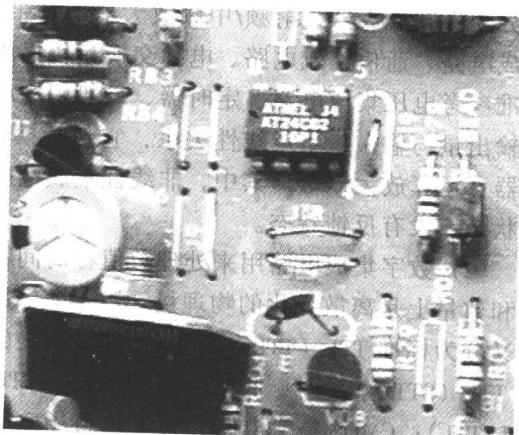

图 1-1 集成电路与分立元器件有机结合
- (1) 集成电路内部含有多个分立元器件，但不是所有分立元器件，一般大电容、大电阻、变压器等目前不能集成制作，如图 1-1 所示。
- (2) 集成电路内部电阻一般由硅半导体体电阻构成，因此，能够制作的电阻尽量集成，目的是节省芯片面积。因此，集成电路所外接的电阻均较大，这一点为我们检修彩电集成电路外接件提供了一个信息。
- (3) 集成电路内部电容容量不大，一般小于 200pF，因此，集成电路所外接电容损坏而不知其容量时，依此可以作为参考。
- (4) 集成电路内部不集成电感，需要时，通过外接方式解决。
- (5) 集成电路内部二极管不是像分立二极管那样的形式，而是通过三极管（包括普通晶体管及场效应晶体管等）的 PN 结变通制作。
- (6) 集成电路内部级间一般采用直接耦合，因此，它具有直接耦合的优点：能够放大缓慢变化的信号、频率特性好等。同时，也具有直接耦合的缺点：前后级静态工作点互相影响、零点漂移严重等，因此，集成电路内部采用了以下电路：